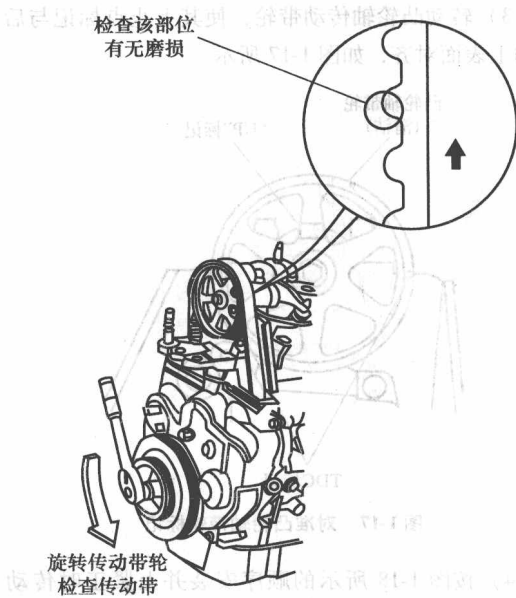

图 1-12 检查正时传动带
③ 如果机油渗漏, 则应更换凸轮轴密封垫圈和曲轴密封垫圈。
④ 在安装下端盖前, 需检查其橡胶密封件是否有裂纹和其他损伤。若有, 则需更换。更换前, 应先清理下端盖的凹槽, 再切下所需长度的新橡胶密封件, 并平整地放入凹槽。
⑤ 如果橡胶密封件已经脱落, 则应涂上液体密封剂, 再安放密封件, 并擦净被挤压出来的密封剂。
⑥ 所有的橡胶密封件若有老化, 都应更换新件。
⑦ 气门室盖密封垫如果有渗漏、损坏或老化, 则将其更换。更换时, 在新垫片的四角处涂上液体密封剂。
⑧ 安装曲轴带轮螺栓时, 不得使用冲击式套筒扳手。
① 先拆下蓄电池负极电缆, 然后再拆下正极电缆。
② 断开交流发电机的端子和插头, 然后从气门室盖上拆下发动机线束。
③ 拆下气门室盖, 然后再拆下上端盖。
④ 检查正时传动带有无裂纹、损伤和油渍, 如图 1-12 所示。如果有裂纹或损伤, 则需更换; 如果有被机油或冷却液浸渍, 则需予以清除。
⑤ 检查完毕, 以 $245\text{N}\cdot\text{m}$ 的力矩将曲轴带轮螺栓拧紧。
③ 拆下气门室盖, 然后拆下上端盖。
④ 卸下曲轴带轮。
⑤ 拆下下端盖, 再安装曲轴带轮。